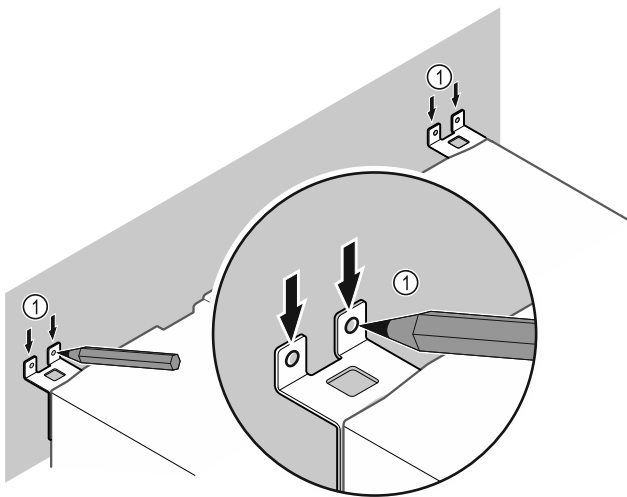

Fig. 11
- ▶ Trazar las marcas en la pared Fig. 11 (1).